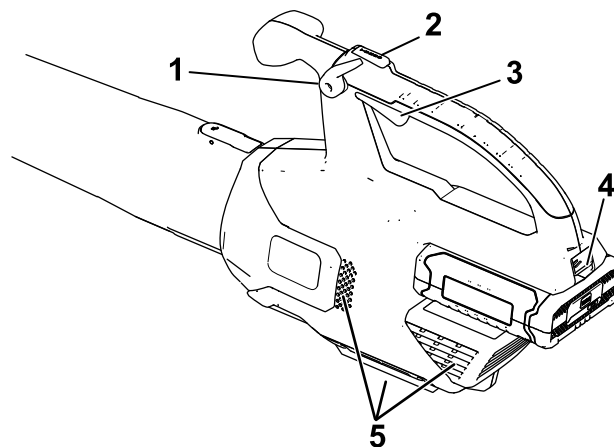

Figure 5
2. Pour mettre le souffleur en marche, serrez la gâchette de vitesse variable (Figure 5).
**Remarque:** Enclenchez le blocage de vitesse pour laisser la machine tourner sans avoir à appuyer sur la gâchette de vitesse variable (Figure 5).
Pour accélérer le débit, appuyez sur le bouton Turbo Boost et maintenez-le enfoncé pendant la durée souhaitée (Figure 5).
Pour régler le débit du souffleur en marche, serrez la gâchette de vitesse variable (Figure 5).
Pour maintenir le débit d'air actuel, engagez le blocage de vitesse (Figure 5).
Pour arrêter le souffleur, déverrouillez le blocage de vitesse (le cas échéant) et relâchez la gâchette de vitesse variable (Figure 5).